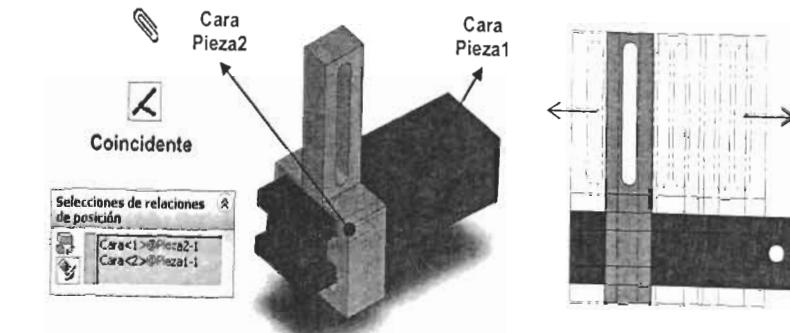

Figura 8.20. Creación de la segunda Relación de Posición.
- Pulse Mover componente desde la Barra de Herramientas de Ensamblaje y mueva la pieza2. Observe como el movimiento está restringido según la relación de posición creada. Inserte una nueva Relación de posición Coincidente entre caras de la pieza1 y 2 para tener un único grado de libertad. Observe como la pieza2 se desplaza sobre la pieza1 con un único grado de libertad. Vea la Figura 8.20.